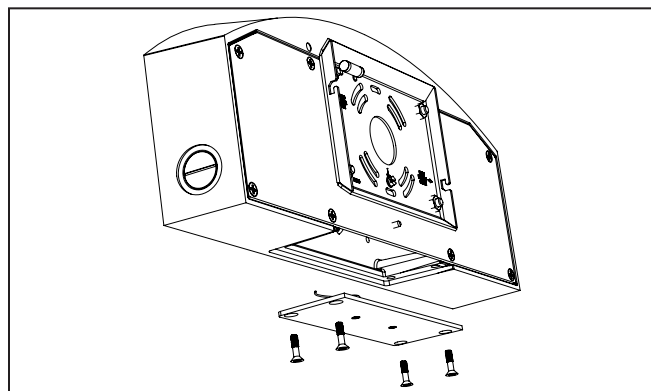

Figura 16.
6. Retire la placa de la cubierta inferior; cantidad: 4 tornillos de cabeza Phillips. (Figura 16)
9. Vuelva a instalar la placa de la cubierta inferior. Apriete los tornillos a 20 in-lb (2,3 N·m). (Figura 16)